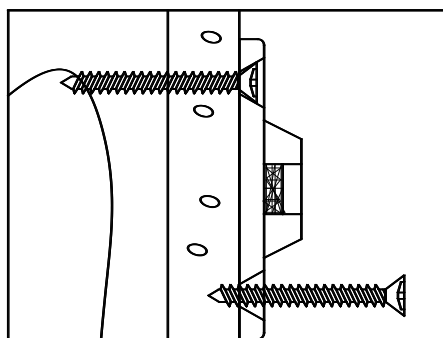

Figure 2
**3) INSTALLATION DU SUPPORT CÔTÉ MUR :** Placez le support côté mur le long des marques du montant choisi de manière à ce qu'il soit adjacent au support côté meuble lorsque le meuble sera placé à son emplacement final. Le support côté mur devrait être situé 2,5 CM (1 POUCE) plus bas que le support côté meuble (voir la Figure 3). Utilisez les DEUX vis longues pour fixer le support de montage côté mur au mur. Souvenez-vous de placer le support côté mur à la verticale de manière à ce que les deux vis s'enfoncent dans le montant choisi (voir la Figure 2).